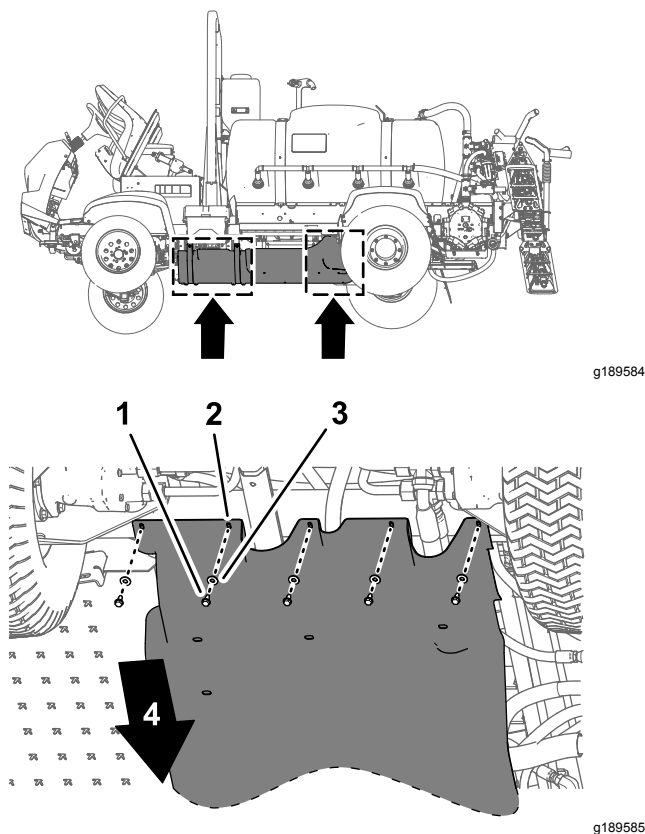
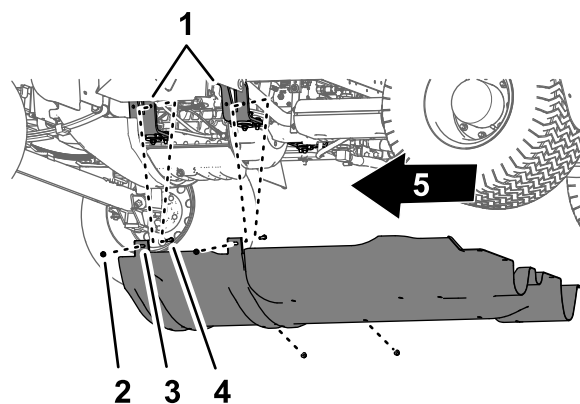

Figura 8
Figura 9
1. Rimuovete la ferramenta riportata di seguito che fissa la parte posteriore della copertura del carrello al telaio della macchina (Figura 8):
2. Rimuovete i 4 dadi di bloccaggio flangiati (5/16") dai bulloni e dal bullone a testa tonda che fissano le cinghie di supporto della copertura del carrello alle staffe di supporto del motore della macchina (Figura 9).
4. Rimuovete la copertura del carrello dalla macchina (Figura 8 e Figura 9).